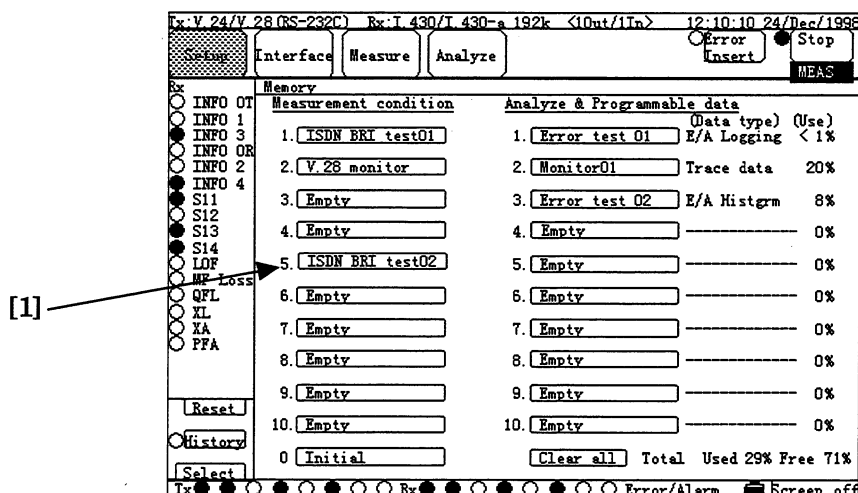

図 6.3-1 Setup:Memory 画面
2. **Measurement condition** 項目に一覧表示されているボタンの 5 ボタン(図 6.3-1,[1])を押します。